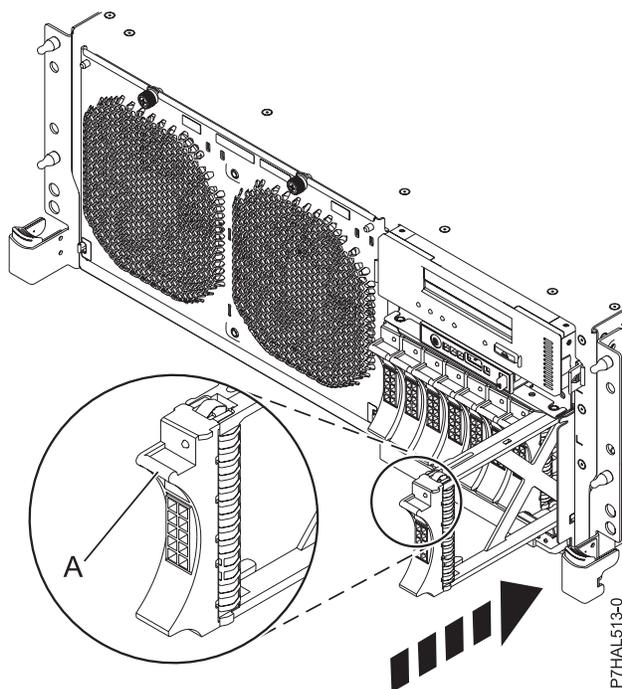

Figure 41. Installation d'une unité de disque sur le système
2. Faites glisser complètement l'obturateur d'unité de disque dans l'unité centrale ou l'unité d'extension, puis verrouillez-le dans son emplacement en poussant la poignée (A), comme indiqué à la figure 41.